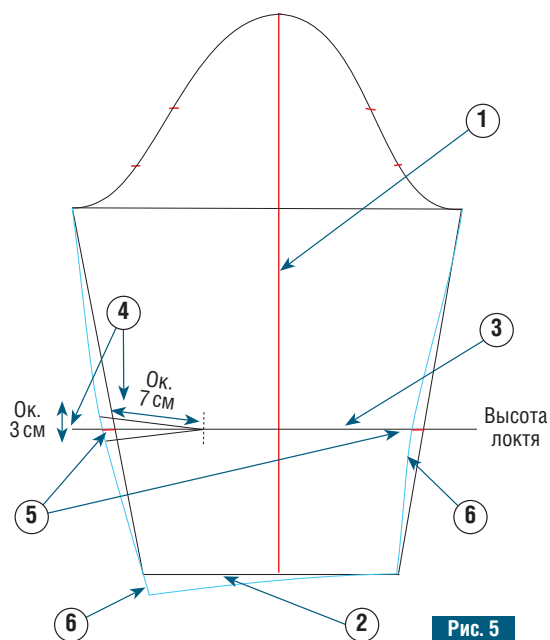

Рис. 5
- ① Продлите линию середины рукава до нужной длины. От верха рукава отметьте длину рукава (см. с. 13) и обозначьте ее горизонтальной линией внизу рукава.
- ② Определите ширину низа рукава на основе стандартных или индивидуальных мерок.
- ③ Если ширина рукава требует локтевой вытачки, сначала отметьте высоту локтя (см. с. 13).
- ④ Длина и ширина этой вытачки варьируются в зависимости от различий в размерах рукава, но, как правило, длина не превышает 7 см, а ширина составляет примерно 3 см. Эти мерки откладываются на обеих сторонах линии локтя.
- ⑤ Присутствие этой вытачки меняет форму рукава после сборки. Чтобы сохранить отвесное положение рукава, края следует изменить. Для этого отложите на линии локтя значение половины раствора вытачки (здесь эта величина составляет примерно 1,5 см; на рис. 5 отмечена короткой красной линией).
- ⑥ Чтобы уравнять длину обоих краев рукава, удлините край спинки на ширину раствора вытачки (примерно на 3 см). Начертите форму рукава, следуя по голубой линии на рисунке 5.